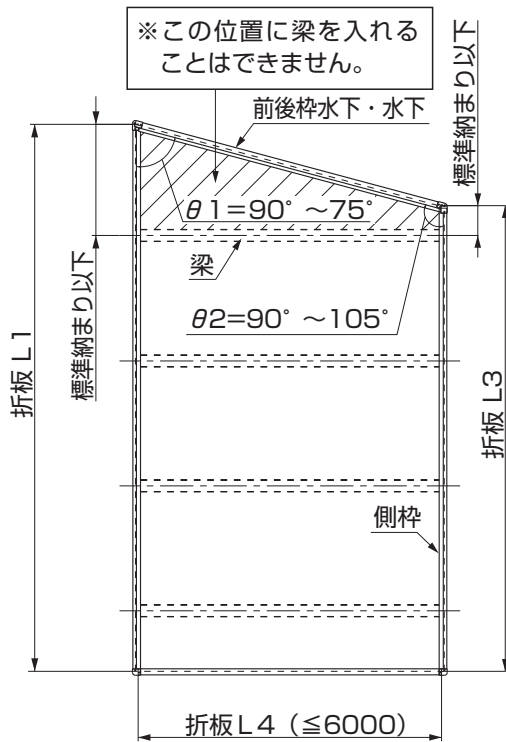
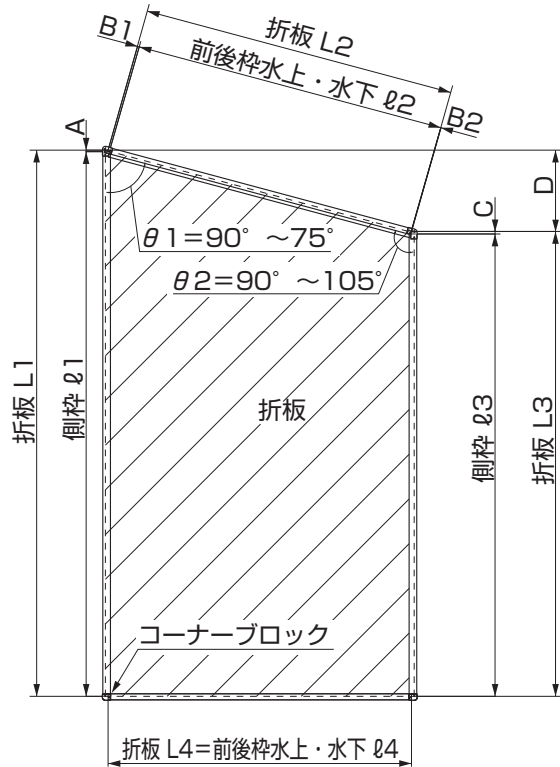

図5-1
図5-2
- 製作可能寸法表の寸法範囲内で施工してください。（図5-1、図5-2、表5-1、表5-2、表5-3参照）